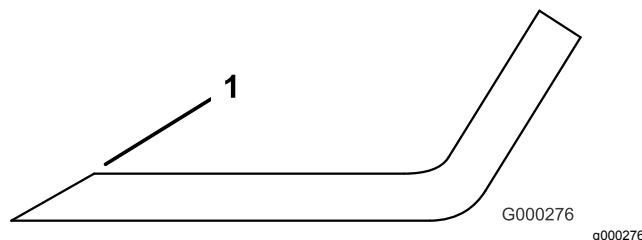

Figura 80
1. Utilice una lima para afilar el filo de corte en ambos extremos de la cuchilla (Figura 80). Mantenga el ángulo original. La cuchilla permanece equilibrada si se retira la misma cantidad de material de ambos bordes de corte.